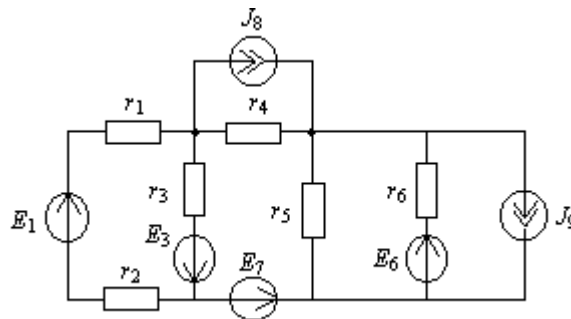

Рис. 1.9
1.6. Для схемы на рис. 1.9 найти входное сопротивление по отношению к пятой ветви.
1.7. Для схемы рис. 1.9 определить входные сопротивления со стороны ветвей: первой, третьей, четвертой, шестой и седьмой.